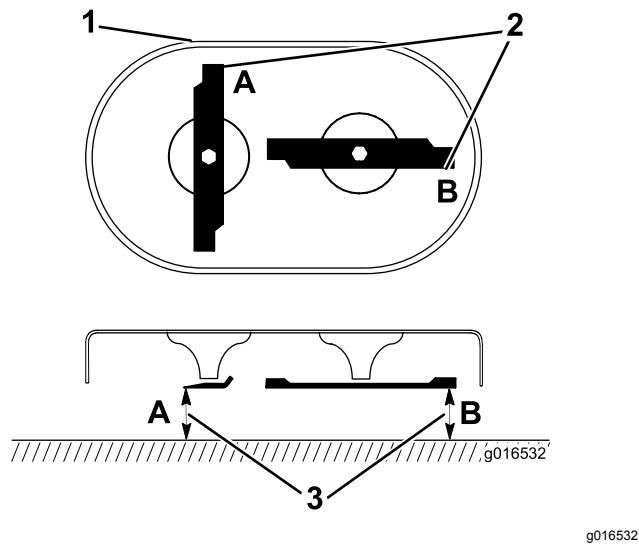

Figure 33
1. Tournez les lames à la position indiquée à la Figure 33.
3. Mesurez la distance entre une surface plane et le tranchant aux points **A** et **B**, (Figure 33), et notez les deux dimensions.
3. Faites tourner les pointes de sorte que leurs extrémités opposées soient aux points **A** et **B** (Figure 33).